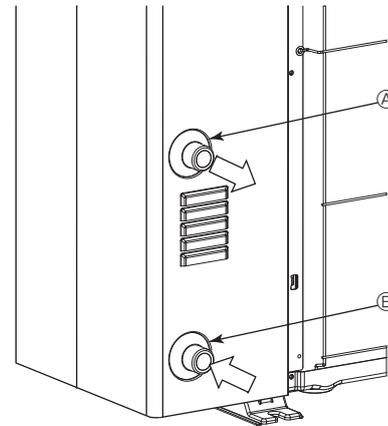

Fig. 5-1
5.1. Anslutning av vattenrör (Fig.5-1)
- Utlopps- och inloppsrorens placering visas i Fig.5-1.
[Fig. 5-1]